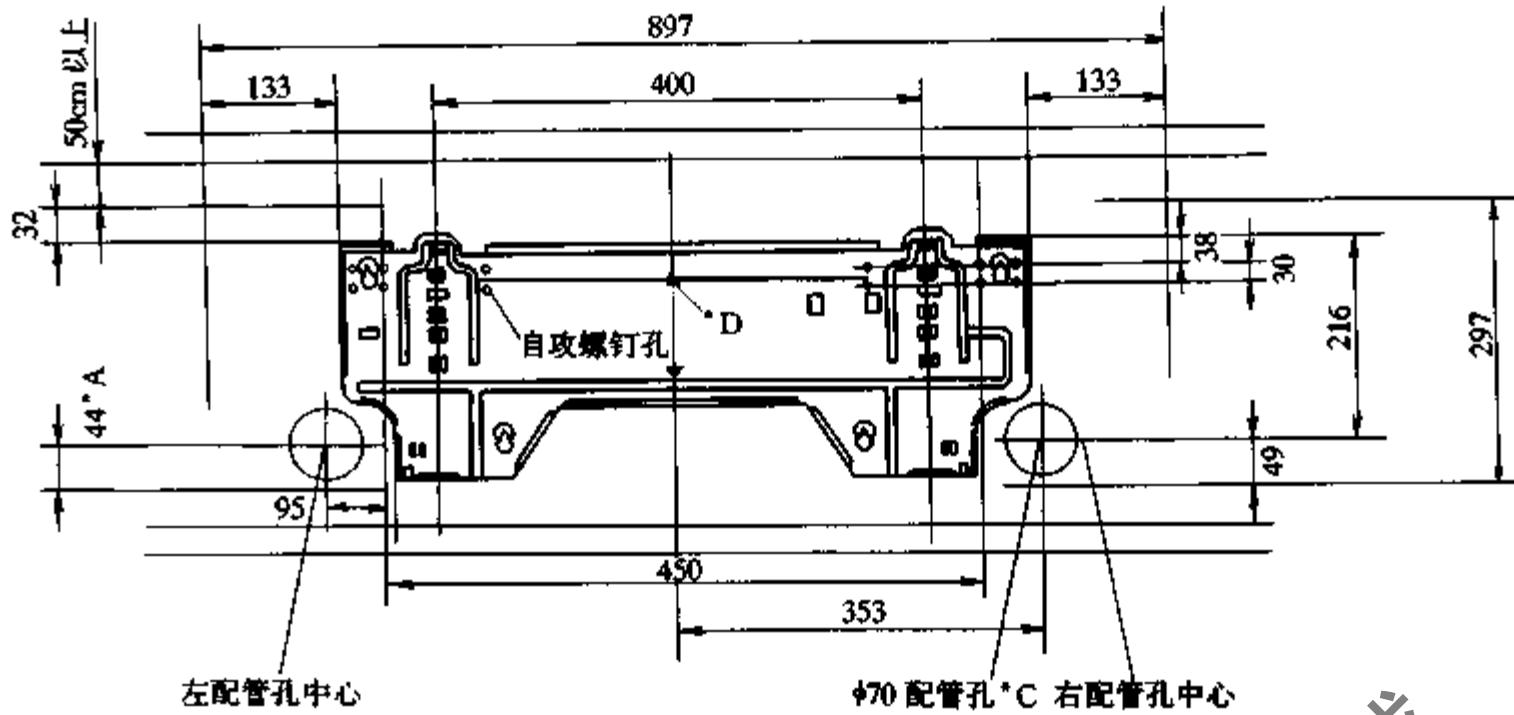

图 7-36 安装板尺寸示意图
- (1) 左配管孔要在距右配管孔下方 5mm ($49 - 44 = 5$) 以上的位置开孔, 如图 7-36。
- (2) 注意配管孔中心的确定。
- (3) 当开孔中心钻 $\Phi 65$ 孔时, 应在孔中心位置向下 3mm 处开孔。